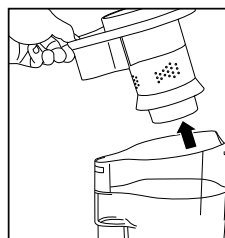

Fig. 5
2. Retirez le porte-filtre cyclonique (Fig. 5).